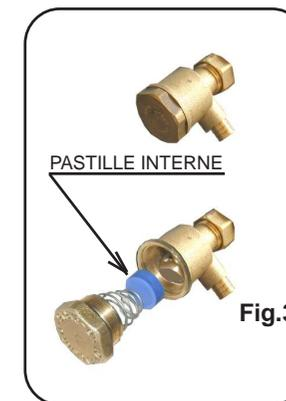

Fig.3
- clapet anti retour bloqué par une impureté ou usagé, nettoyer ou changer le clapet anti retour ou la pastille interne avec son ressort. (Fig. 3)